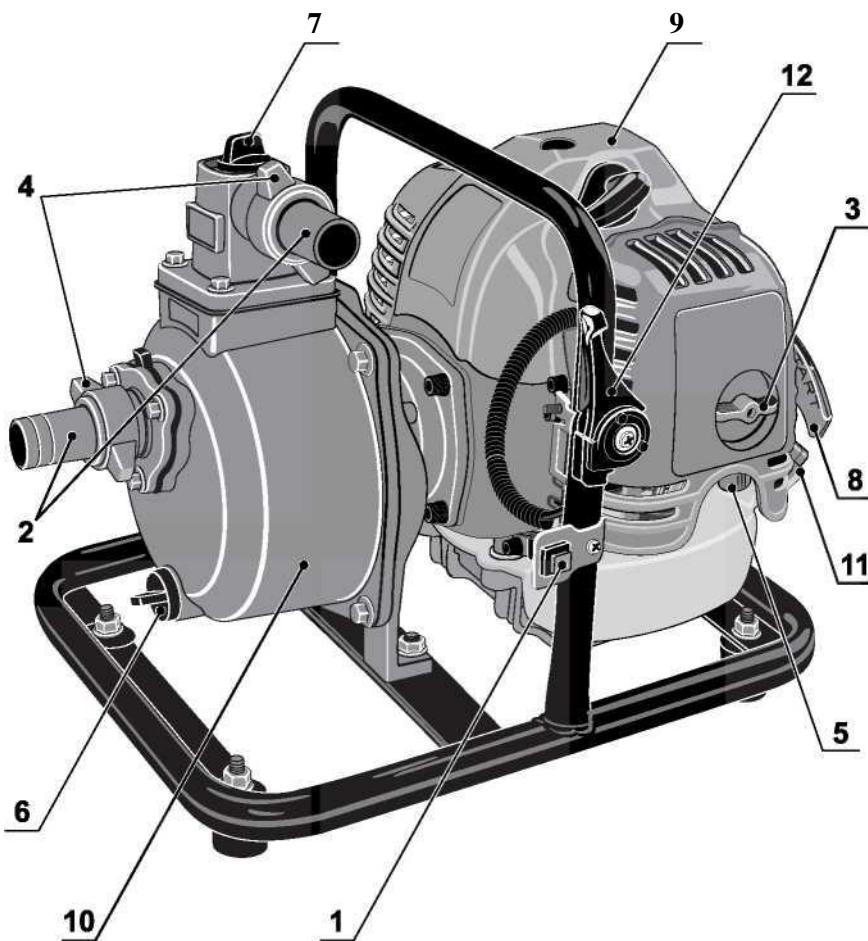

Рис. 1
5. ОСНОВНЫЕ ЧАСТИ И УЗЛЫ (рис. 1)
8.1. Пуск двигателя (рис. 1)